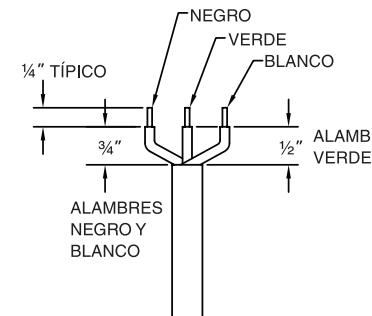
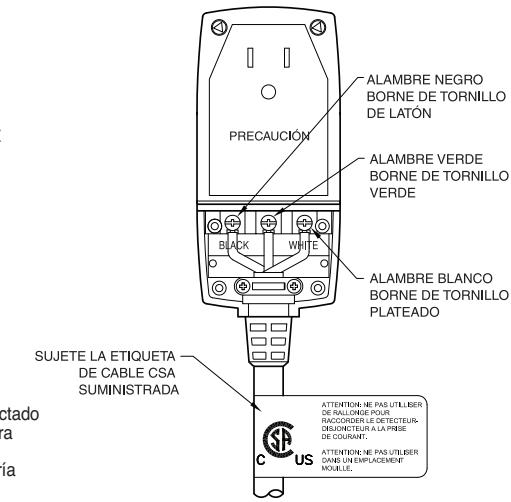

FIG. 1
FIG. 2
1. Quite la cubierta de alivio de esfuerzo mecánico. Marque el alambre y prepare cuidadosamente según se indica en la Fig. 1. Antes de conectar los alambres a los bornes, deslice el anillo(s) de sellado del cable sobre la funda de protección del cable. Oriente según se muestra en la Fig. 2.